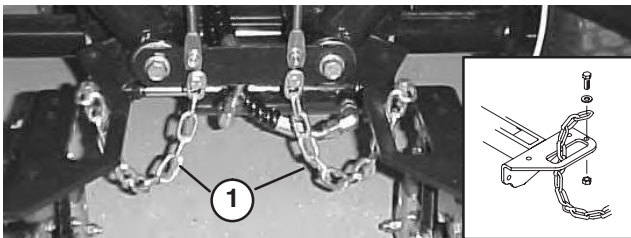

Bild 17
4. Verlegen Sie eine Kippkette durch den Schlitz am Ende jedes Trägerrahmens. Befestigen Sie die Kippkette mit einer Kopfschraube, einer Scheibe und einer Sicherungsmutter oben am Trägerrahmen (Bild 17).